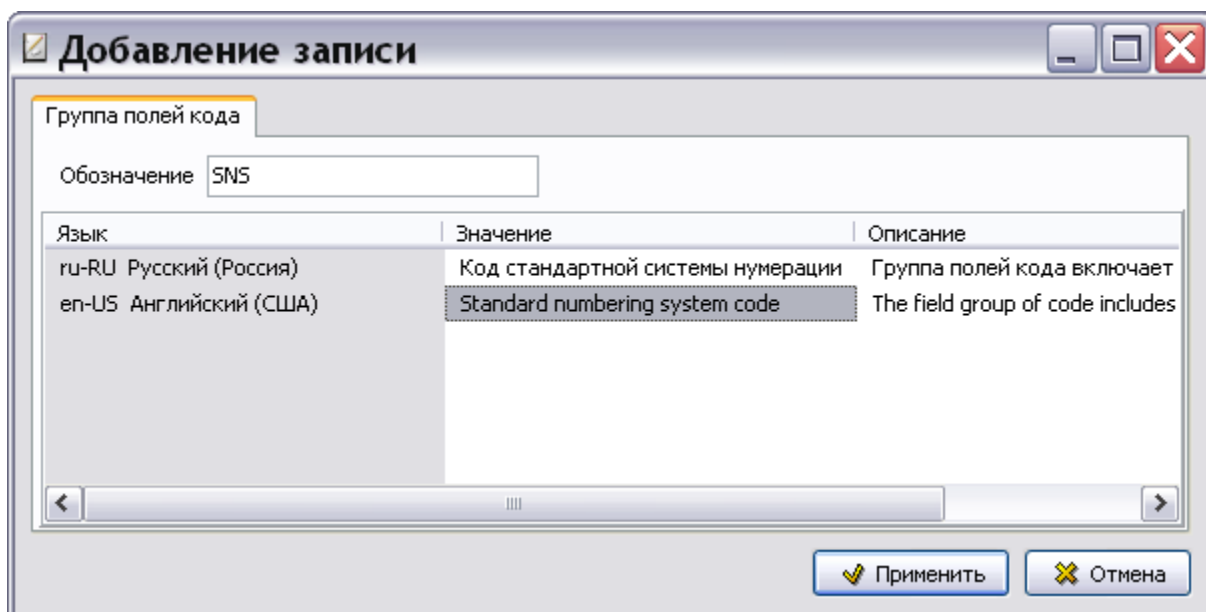

Рис. 2.10
3. В окне **Добавление записи** на вкладке **Группа полей кода** введите в соответствующие поля параметры группы полей кода (Рис. 2.10):